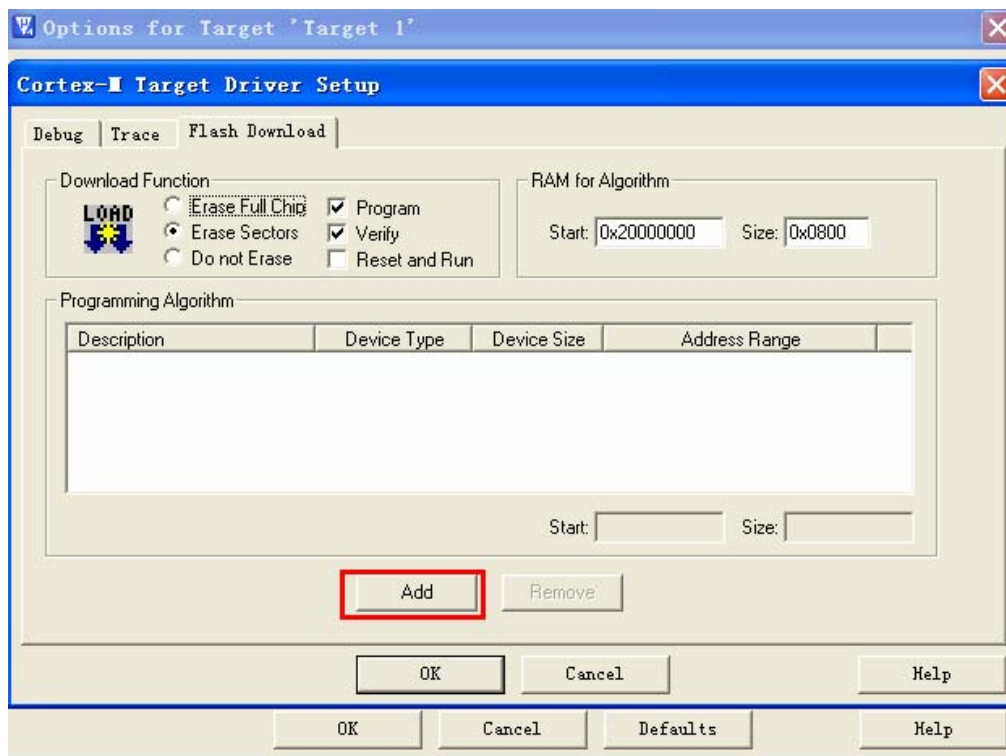

图 4-52 Flash 的配置
5) 在选项卡Utilities\Setting\Flash download中设置我们的Flash，如下图4-52、4-53和4-54，因为103C8T6不足128K的Flash，我们选128K就好：